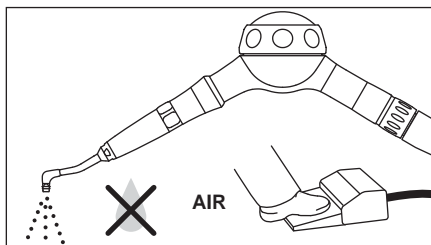

図 12
- 2) エアのみで空運転し、ノズルの中のパウダーを排出します（図12）。